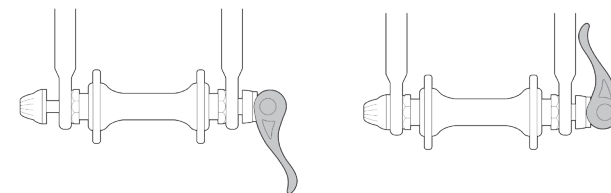
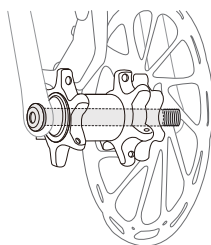

Figura 5
Figura 8
Existen algunos métodos diferentes para asegurar las ruedas al cuadro. La forma tradicional, que todavía se aplica en las bicicletas con freno de llanta (ver Figura 5), es el cierre rápido (QR). Se puede encontrar en bicicletas de estilo urbano (ver Figura 6), eje y tuercas (ver Figura 7). La forma moderna en la mayoría de las bicicletas con frenos de disco (ver Figura 8), eje pasante.